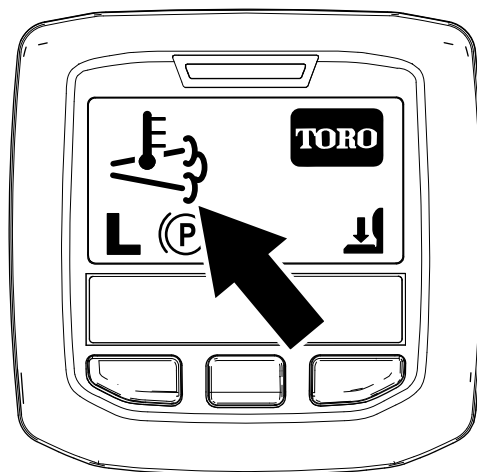

Figura 44
- O ícone da temperatura de escape elevada surge no InfoCenter (Figura 44).